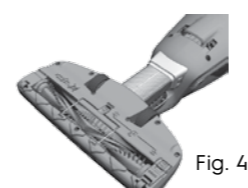

Fig. 4
- Antes de aspirar, certifique-se de que não há objetos pontiagudos nas rodas do bocal e no rolo-escova para evitar riscar pisos delicados e garantir o máximo desempenho na limpeza (fig.4).